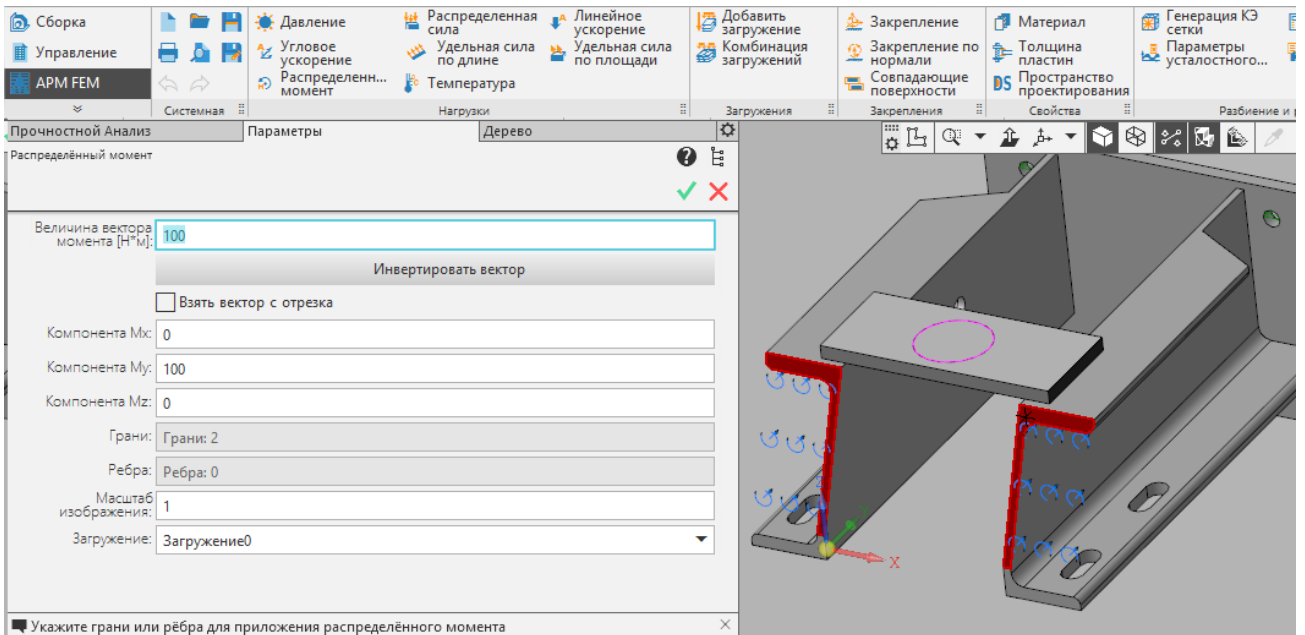

Рис. 3.11. Задание распределенного момента к поверхностям (рёбрам)
**Распределенный момент** - выбрав данную команду, Вы сможете приложить равномерный момент по площади к поверхности(ям) трехмерной модели, либо по длине к ребру(ам) (Рис. 3.11). Одновременно, в рамках одной команды, приложить распределенный момент и к грани, и к ребру нельзя. Задание данной нагрузки аналогично заданию элементарных сил, создающих заданный по величине момент вокруг центра масс выбранных поверхностей или ребер.